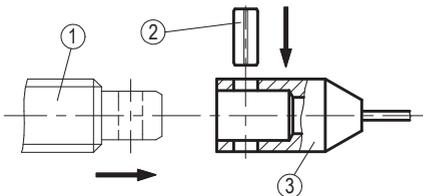

Abb. 4: Montage der Seilverlängerung
Die Montage der Seilverlängerung erfolgt durch Aufstecken des Anschlussstückes (3) auf die Schraubverbindung (1). Mittels eingepresster Spannhülse (2) werden beide Teile formschlüssig miteinander verbunden (siehe Abb. 4).